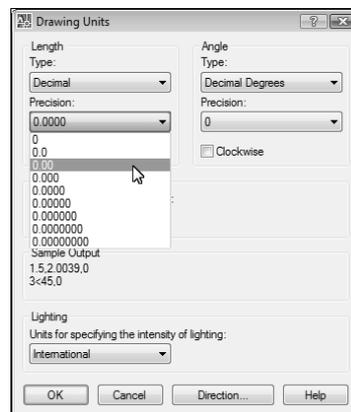

Рис. 3.2. Раскрывающийся список *Precision* для системы единиц *Decimal*
4. Теперь обратите внимание на два раскрывающихся списка `Precision`, которые в группах `Length` и `Angle` находятся под списками `Type`. Щелкните на кнопке раскрытия списка `Precision` в группе `Length`. Список откроется, и в нем будут перечислены допустимые значения точности для системы единиц `Decimal` (рис. 3.2).